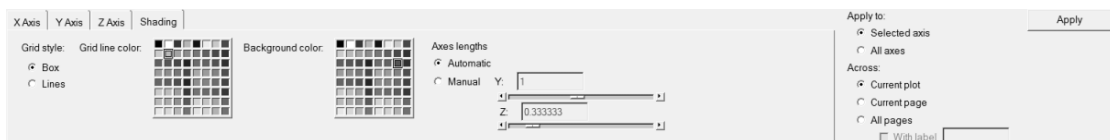

图 13-138 Axes 面板
(1) 单击 Axes () 按钮激活面板，如图 13-138 所示。